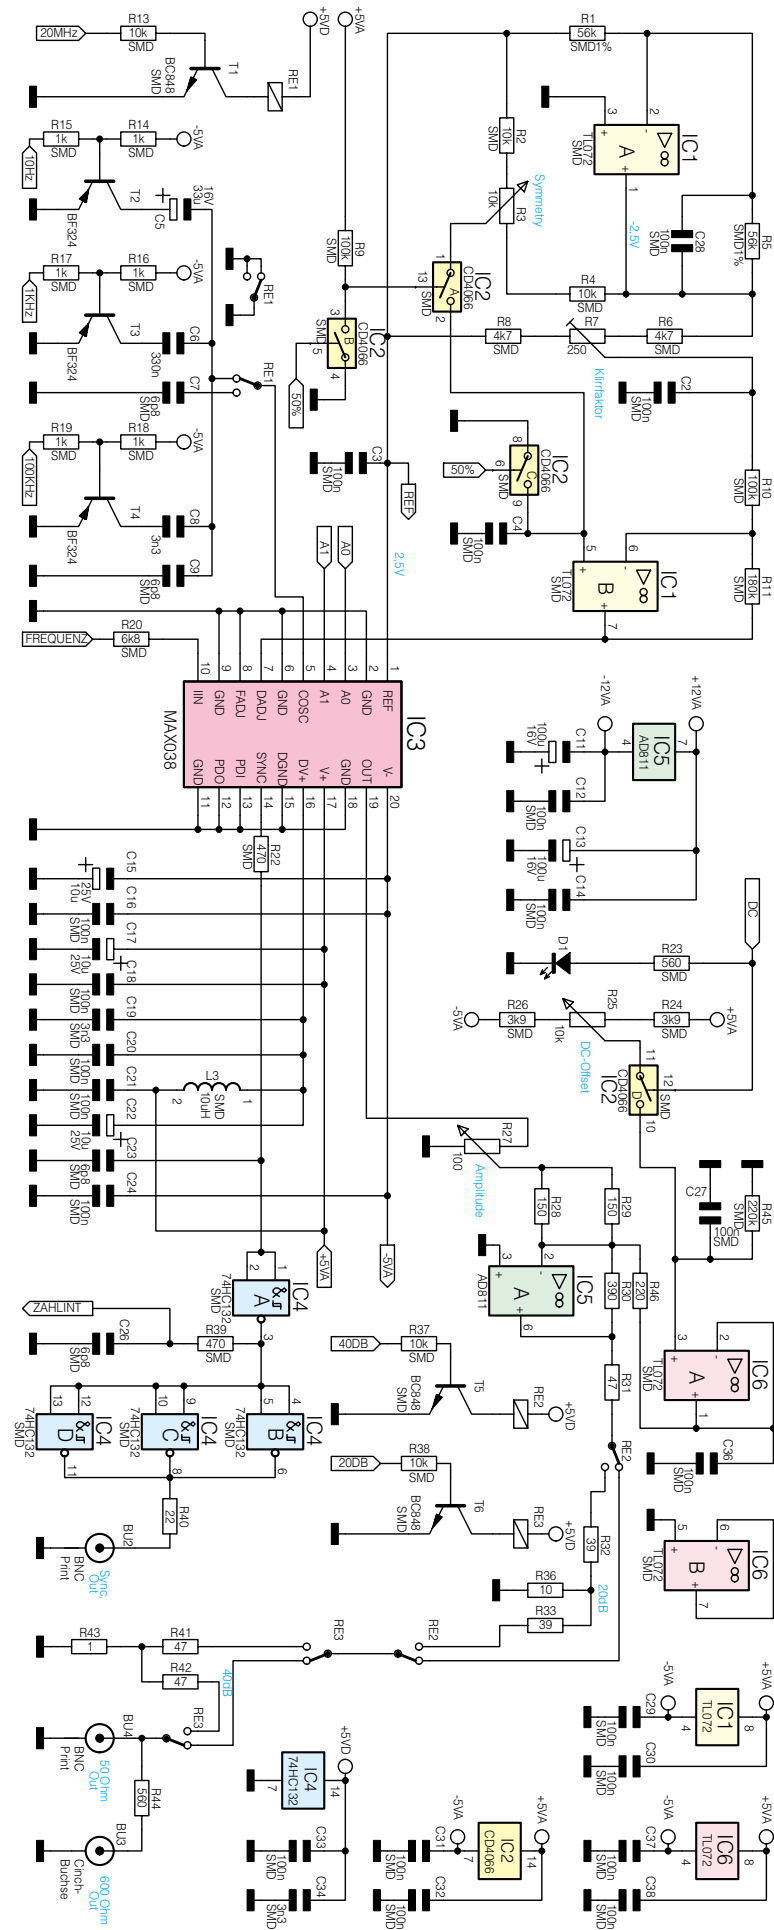

Bild 4: Signalerzeugung des MFG 9001
Wir beginnen mit der Signalerzeugung, die in Abbildung 4 dargestellt ist und folgende Funktionsgruppen des Blockschaltbildes umfaßt: MAX 038 (1), Amplitude (2), Endstufe (3), Dämpfung (7), Symmetrie (8), DC-Offset (4), Bereichswahl (10) und Sync.-Endstufe (11).